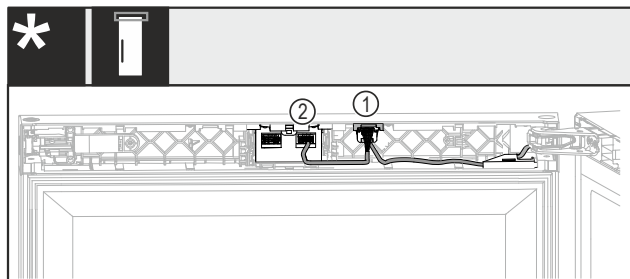

Fig. 44 Fără încuietoare sau cu încuietoare mecanică*
- ▶ Inserați fișa cu cele două cabluri Fig. 44 (1) în ghidaj.*
- ▶ Fixați în poziție fișa cu un cablu Fig. 44 (2) în locașul din dreapta.*